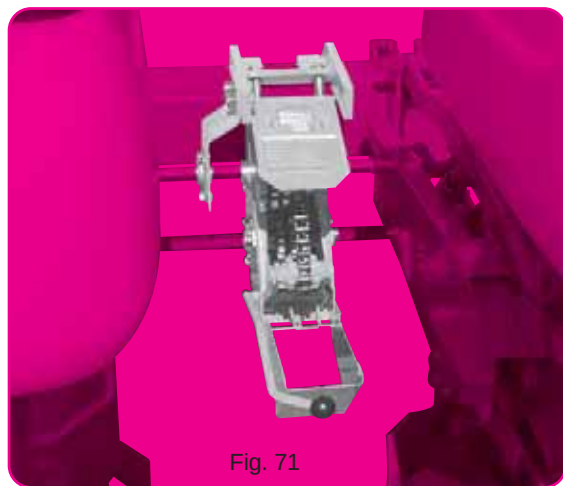

Fig. 71
- Montage déporté (fig.71) pour semoir à nombre de rangs impair. La boîte se place à gauche et au plus près de l'élément central : pour cela supprimer 1 des paliers (4) support axe hexagonal.
- Offset assembly (fig. 71) for planters with an odd number of rows and inter-row spacing under 45 cm (18"). The gearbox is then mounted on the left and as close as possible to the central metering unit. To do so, remove one of the bearing fingers _ which support the hexagonal shaft.
- Сборка со смещением (рис.71) для сеялок с нечетным количеством рядов и расстоянием между рядами менее 45 см. Коробка передач монтируется слева и как можно ближе к центральному дозатору. Для этого необходимо снять одну несущую пластину (4), которая поддерживает шестигранный вал.